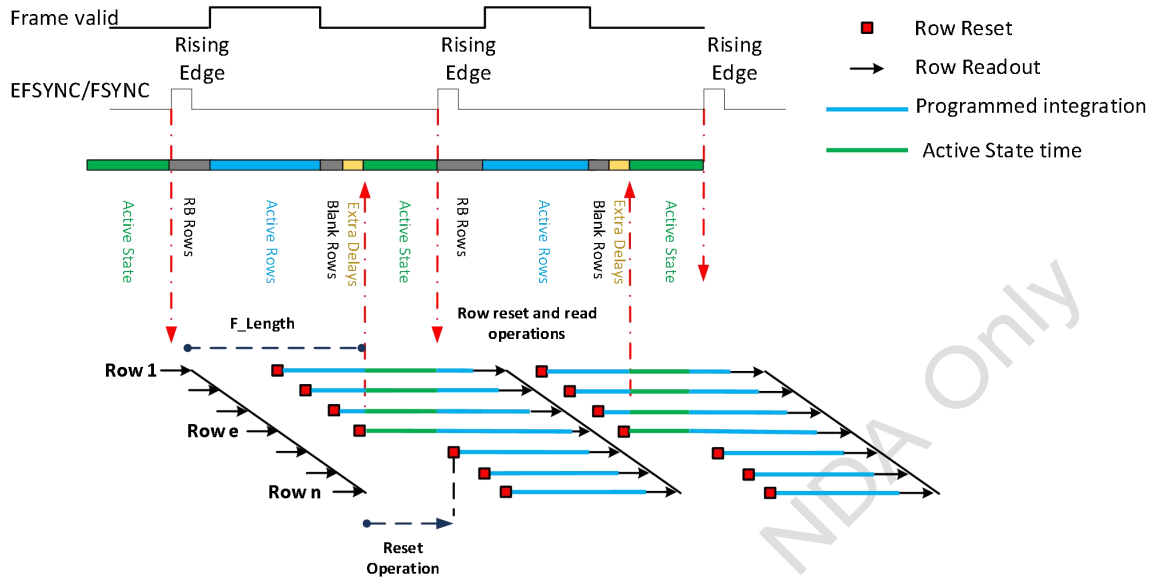

图 2-2 Slave Mode 曝光实现图
- 2) Active State 时，芯片停止输出及停止 Row reset 操作，如图 2-2 所示，会导致一帧图像 Row 1~Row e 行与 Row (e+1)~Row n 行的曝光时间不同，Row 1~Row e 行的曝光时间比 Row (e+1)~Row n 行的曝光时间大，多出的时间为 Active State time，为避免这种曝光差异，要求外部精确控制 EFSYNC/FSYNC，使 Active State 控制在 40ns 以内，保证一帧内的每行曝光时间基本一致；